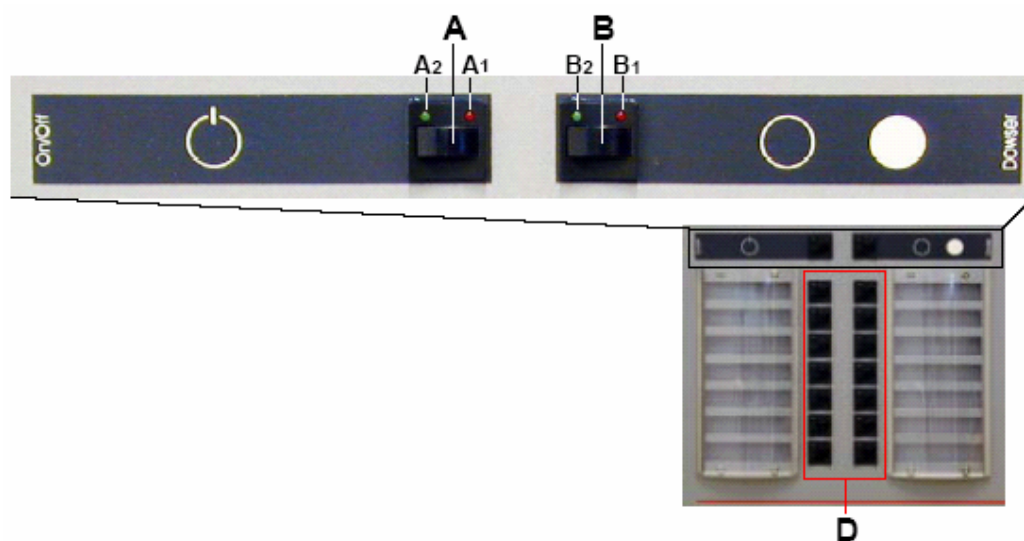

图 6-1 氙灯和遮光板关闭
1. 按遮光板按钮(B)。 (图 6-1)
2. 按氙灯点火按钮(A)。 (图 6-1)